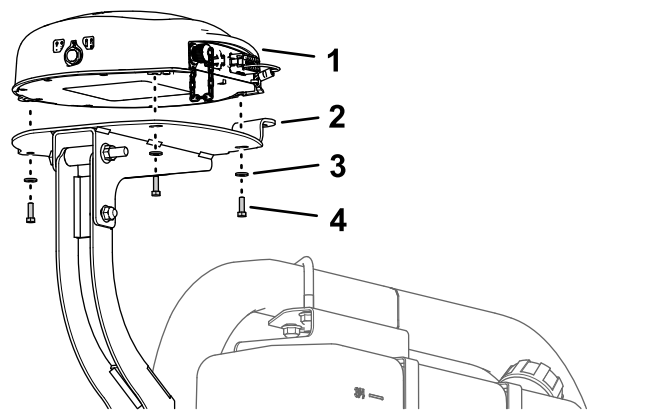

图156
- 将导航接收器底座的3个螺纹柱与接收器安装支架上的3个孔对齐图156。
- 使用3个六角头螺栓5 x 16mm和3个垫圈5mm将接收器组装到安装支架上图156。